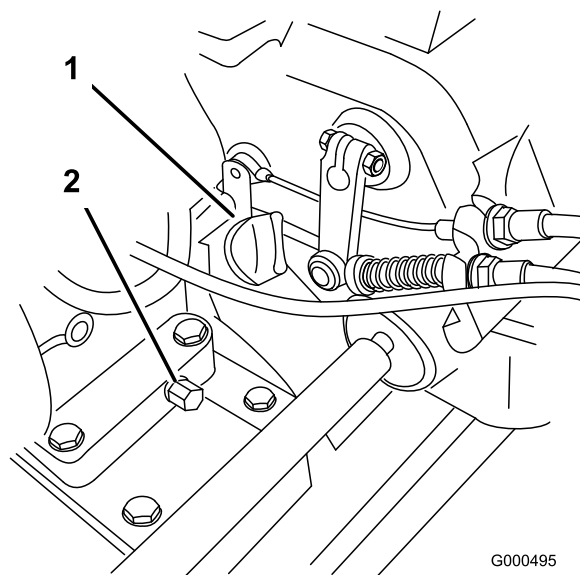

図 25
1. 移動走行用タイヤ (が取り付けられている場合には) これを外し、エンジンが水平になるようにしてオイル・ゲージの周囲をきれいに拭く (図 25)。
2. 機体下にあるドレン・プラグ (図 25) の下に廃油受けを置く。ドレン・プラグを抜く。